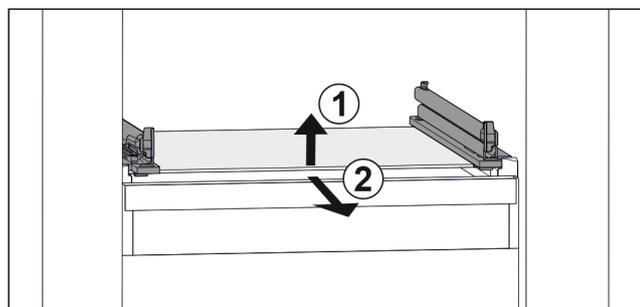

Fig. 158 Exemple de représentation de la tablette en verre
- ▶ Soulever la tablette en verre par l'avant. Fig. 158 (1)
- ▶ Retirer la tablette en verre par l'avant. Fig. 158 (2)